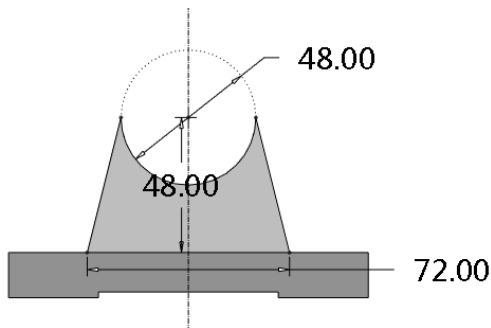
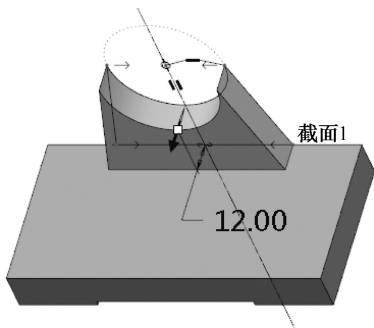

图 5-85 连接面板截面
图 5-86 连接面板效果
(2) 创建连接面板
① 单击按钮打开拉伸操控面板，单击【放置】→【定义】，在【草绘】对话框中，单击【使用先前的】。系统将上一次草绘的平面自动加载为这一次拉伸命令的二维草绘面板。
② 单击进入二维绘图模式，绘制如图 5-85 所示的二维截面。绘制时，首先选择投影工具，类型选择“单一的”，将底座的上边线进行投影，作为草图的一部分，然后绘制其他线段，运用拐角工具将图形绘制成封闭环，完成后单击草绘界面的按钮退出草绘模式。设置拉伸深度值为 12.00。单击按钮预览模型设计效果，确认无误后单击拉伸操控面板的按钮完成连接面板的创建，如图 5-86 所示。